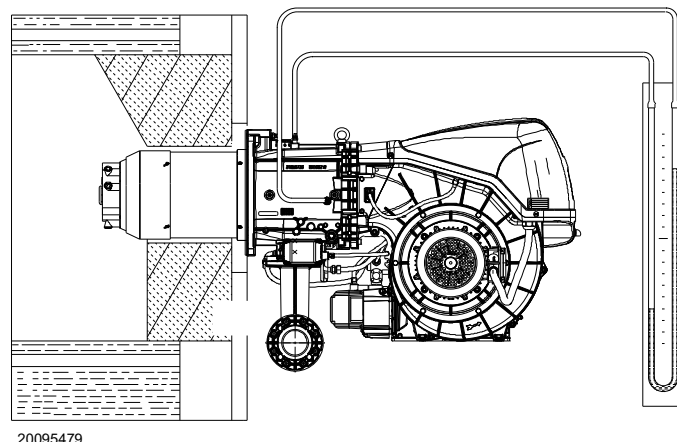

Fig. 31
- Montare un manometro a U o un manometro di tipo differenziale (Fig. 31), con presa (+) sulla pressione del gas del manicotto e (-) in camera di combustione. Serve a ricavare approssimativamente la potenza MAX del bruciatore mediante la Tab. N.
L'arrivo del gas al manicotto è evidenziato dal manometro ad U (Fig. 31).